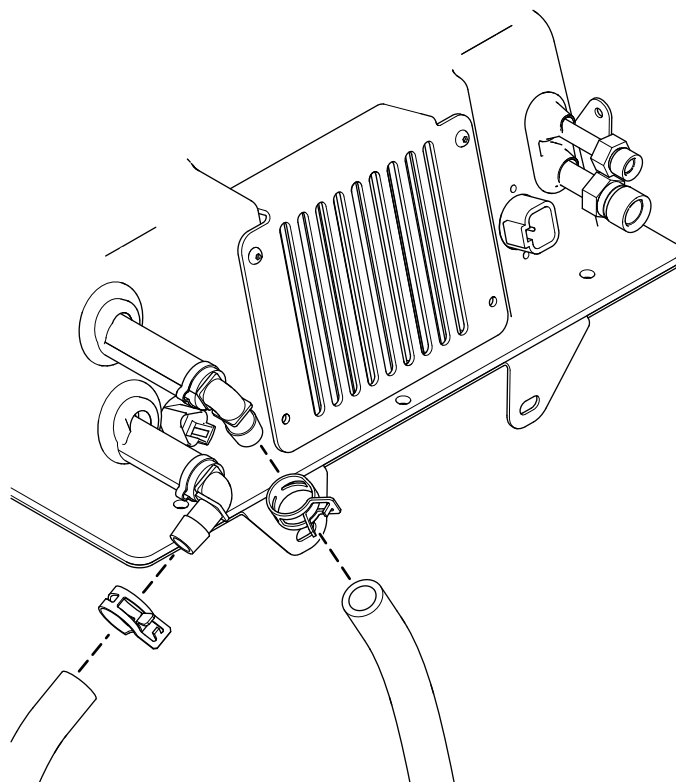

Figura 25
11. Ligue os dois tubos de líquido de arrefecimento na parte frontal da caixa do sistema AVAC com duas braçadeiras de fita, como se mostra na Figura 25.